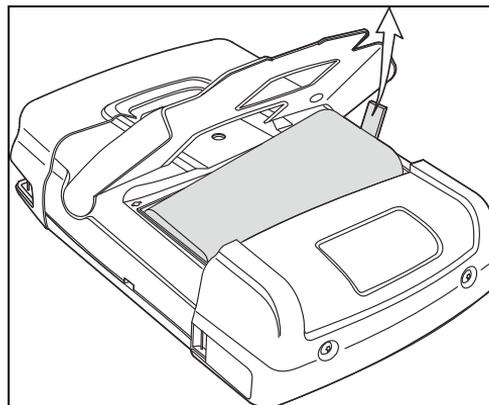

Figure 49. Retrait de la batterie
5. Soulevez un côté de la batterie et retirez-la (Figure 49)